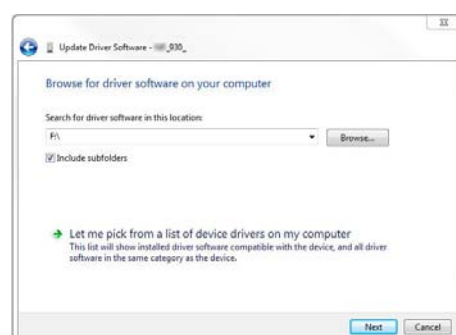

Abbildung 37: Quelle für Treiberinstallation auswählen
- Wählen Sie ihr CD-ROM Laufwerk und klicken Sie auf weiter (siehe Abbildung 37). Nun wird nach dem passenden Treiber gesucht. NeopostWählen Sie aus der Liste den richtigen Treiber für ihren Drucker und klicken Sie auf "Weiter".